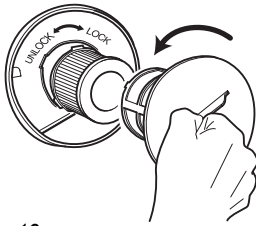

Abb. 19
4. Halten Sie den Deckel weiterhin tief über einen Mülleimer. Drehen Sie zuerst das Filtersieb gegen den Uhrzeigersinn vom Deckel ab (Abb. 19).